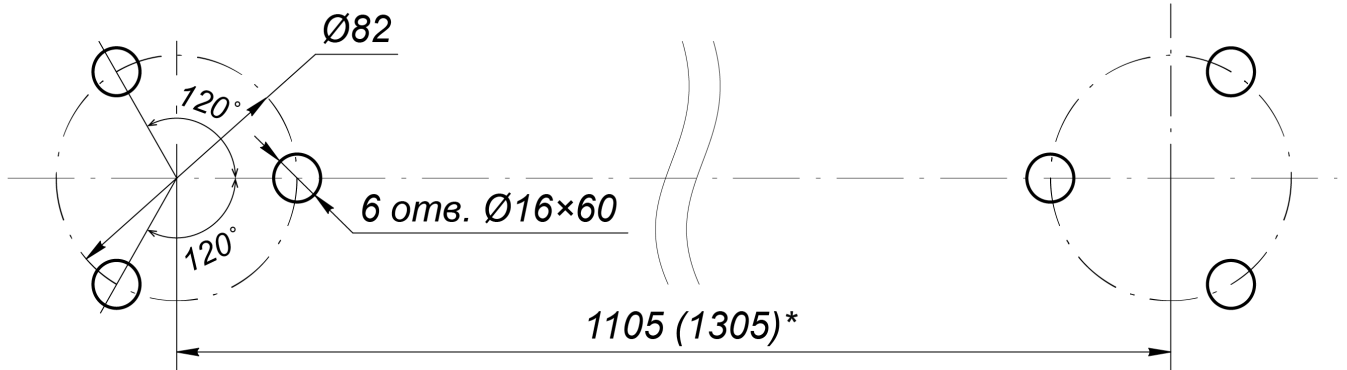

Рисунок 13. Схема разметки отверстий для установки поворотной секции ограждения с механическим УБ¹
2. Разметьте и просверлите отверстия на установочной поверхности под анкеры М10 в соответствии со схемой разметки (см. рис. 13). Сначала размечаются центры установки стоек секции ограждения, затем от них размечаются точки крепления стоек, допускается использование в качестве шаблона непосредственно самих фланцев стоек.